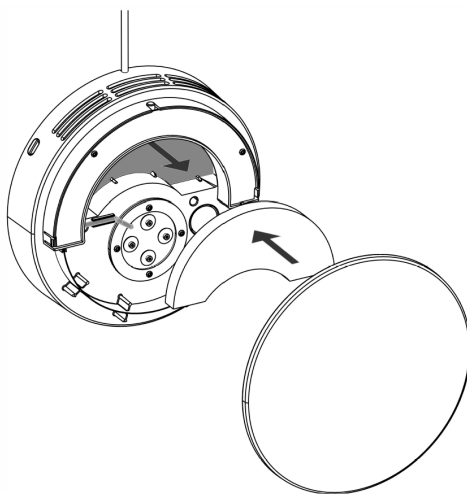

Abbildung 21 - Den inneren Filter wechseln
2. Die innere Abdeckung abnehmen. Den alten Filter herausnehmen und etwaige Verschmutzungen mit einem trockenen Tuch entfernen, siehe nachstehende Abbildung 21 unten. Der gebrauchte Filter kann im Hausmüll entsorgt werden. Den alten Filter gegen einen neuen austauschen. Dabei muss die glatte Seite des Filters zum Lüftungsgerät zeigen. Die innere Abdeckung wieder aufsetzen.